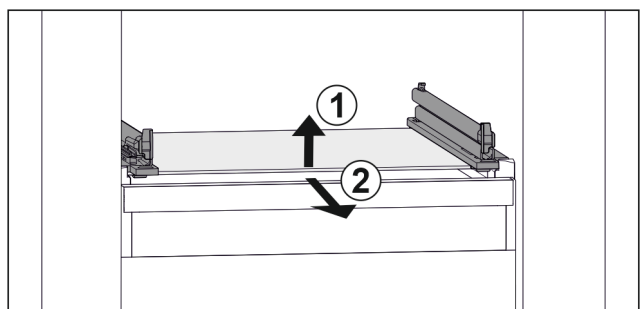

Fig. 123 Примерно изображение на стъклената плоча
- ▶ Повдигнете стъклената плоча отпред. Fig. 123 (1)
- ▶ Извадете стъклената плоча напред. Fig. 123 (2)